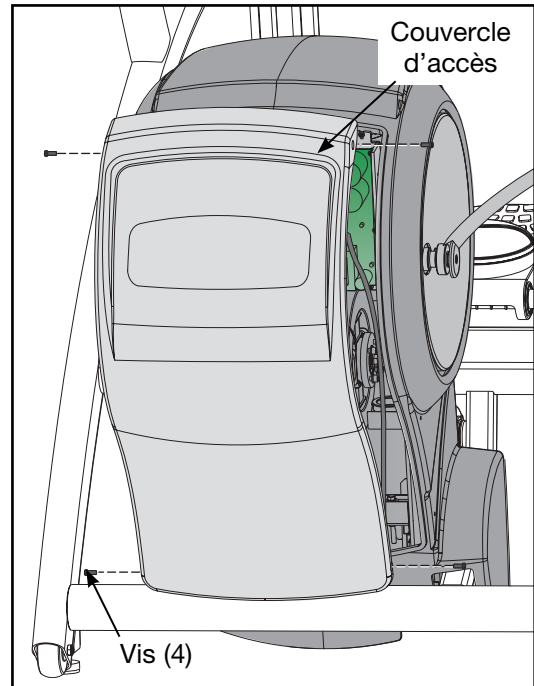

Figure 2
B. Serrez les deux vis inférieures qui ont été retirées à l'étape 3A. **REMARQUE:** Ne serrez pas trop les vis. Reportez-vous à la figure 2.